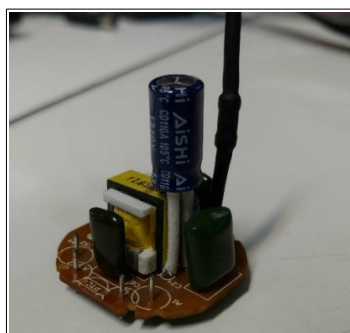

Figura 1. Circuito Eletrônico.
**Introdução.** As lâmpadas fluorescentes ganharam bastante espaço no mercado nos últimos anos, porém é uma tecnologia que está com os dias contados. Tais lâmpadas contêm vapor de mercúrio, um metal pesado e perigoso ao meio ambiente, pois é um poluente tóxico, persistente e bioacumulativo, que está se dispersando no meio ambiente através do descarte inadequado das lâmpadas [1]. Este projeto visa conscientizar sobre o desperdício dos materiais das lâmpadas fluorescentes juntamente com os riscos gerados ao meio ambiente e aos seres vivos. Além disso, tem-se o foco em ensinar a catadores como deve-se manusear as lâmpadas para fazer a reciclagem/modificação do material eletrônico já que em cerca de 80% das lâmpadas, se encontra com sua parte eletrônica reaproveitável [2]. **Metodologia.** Foi realizada uma visita técnica na Universidade Federal da Paraíba e observamos os métodos de descarte do material, onde o *Bulb-eater* (papa lâmpada) é o meio reciclagem mais utilizado. Em seguida utilizamos o conceito de engenharia reversa para compreender o funcionamento do sistema eletrônico das lâmpadas e fazer as alterações necessárias no circuito adaptando-o a um funcionamento de uma lâmpada de LED. **Resultados.** Após o processo de adaptação e modificação do circuito eletrônico (Figura 1) obteve-se o resultado esperado e o protótipo funcional está operando em condições ideais. **Discussão.** No Brasil, um projeto com iniciativa de reaproveitar as lâmpadas fluorescentes após a descontaminação do material químico mercúrio, foi criado pela empresa Radak Sul [3] que tinha como principal objetivo complementar o trabalho de reciclagem, reutilizando componente do produto que ainda é funcional, e promovendo uma nova aplicação para ele, gerando uma nova forma de rentabilidade. **Conclusão.** Encontramos uma maneira viável da reutilização dos componentes eletrônicos em prol do funcionamento sem dependência do mercúrio. Além disso, vale destacar a importância da conscientização trabalhada e desenvolvida pelo grupo em relação aos perigos oferecidos pelo mercúrio e outros componentes presentes nas lâmpadas.